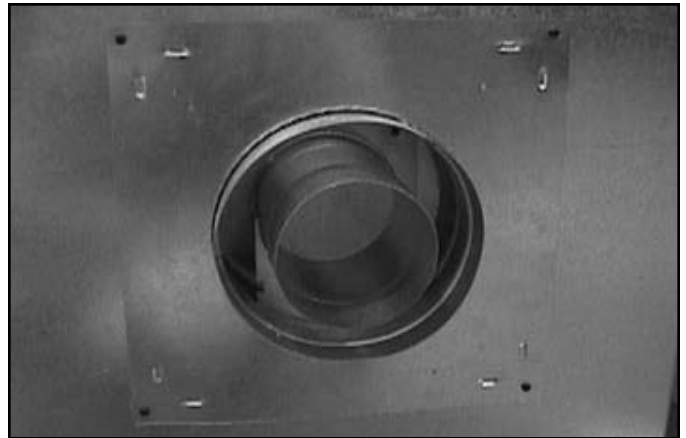

Figura 7.11 La placa de cobertura instalada en la parte trasera del aparato
- Localice la placa de cobertura la cual fue removida en el segundo paso. Colóquela alrededor de los collarines de ventilación traseros y asegúrela con cuatro tornillos. Vea la figura 7.11.